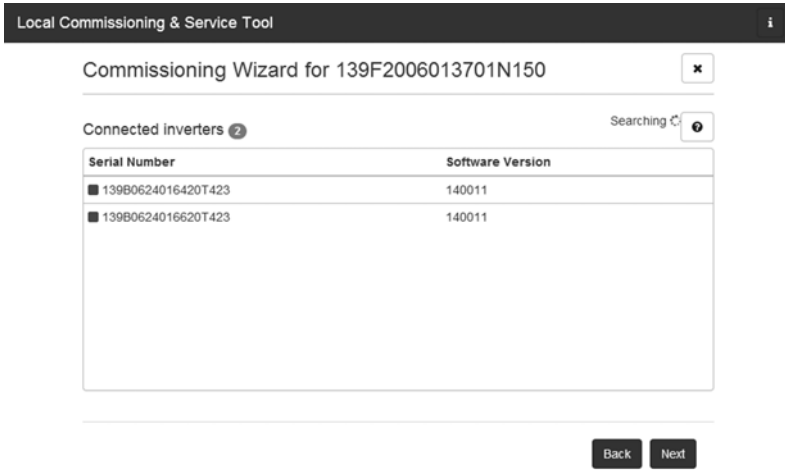

Imagen 5.5. LCS-Tool: lista de inversores conectados
6. Se muestra una lista de inversores identificados por el Inverter Manager. Consulte la imagen 5.5.